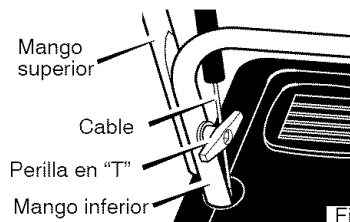

Figura 2
1. Quite las **perillas en "T"** y los pernos en "U" del **mango inferior** (Figura 2).
Nota: Asegúrese de que el cable no quede atrapado entre los mangos superior e inferior. En la Figura 2 se muestra la instalación correcta del cable.